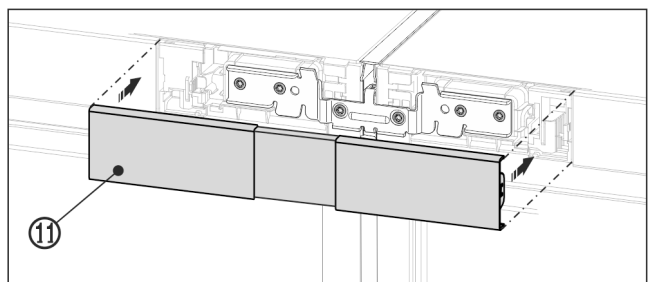

Fig. 24 Примерное отображение
- ▶ Защелкните верхнюю крышку Fig. 24 (11) на еще открытом промежутке обеих заглушек участков обслуживания. Следите за тем, чтобы наружные стороны крышки заканчивались вровень с заглушками участков обслуживания.